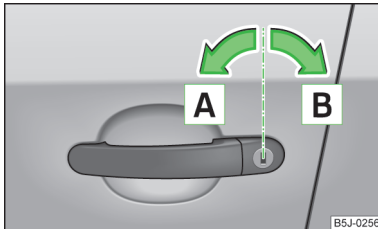

Abb. 14
- Den Schlüssel im Schließzylinder der Fahrertür in die Fahrtrichtung (Entriegelungsstellung) **A** drehen » Abb. 14.
- Den Schlüssel im Schließzylinder der Fahrertür entgegen der Fahrtrichtung (Verriegelungsstellung) **B** drehen » Abb. 14 auf Seite 31.